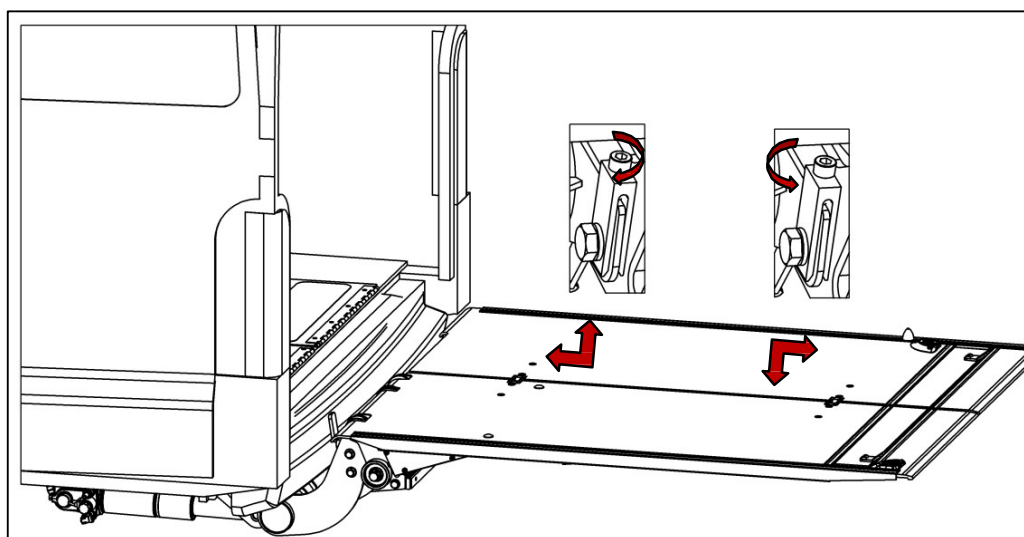

Fig. 76
- Afloje el tornillo hexagonal (3).
- Gire el tornillo de ajuste (1) hacia la izquierda o hacia la derecha.
- Al girar el tornillo de ajuste (1) hacia la derecha, se acerca el lado derecho de la plataforma al chasis del vehículo. Esto levanta ligeramente la plataforma del lado derecho del vehículo (consulte la Fig. 76).
- Al girar el tornillo de ajuste (1) hacia la izquierda, el lado derecho de la plataforma se aleja del chasis del vehículo. Esto hace descender ligeramente la plataforma del lado derecho del vehículo (consulte la Fig. 76).